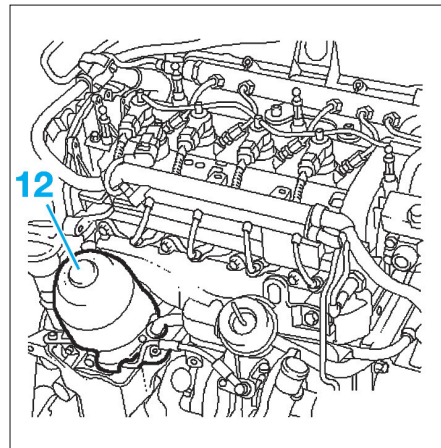

FIG. 45
- la tôle pare-chaaleur du corps de filtre à huile (12) (Fig.45),